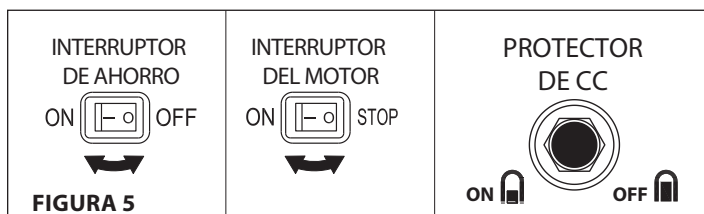

FIGURA 5
3. Gire el interruptor del motor hacia la posición **ON**. **CONSULTE LA FIGURA 5**
2. Gire el interruptor del motor hacia la posición **STOP**. **CONSULTE LA FIGURA 5**